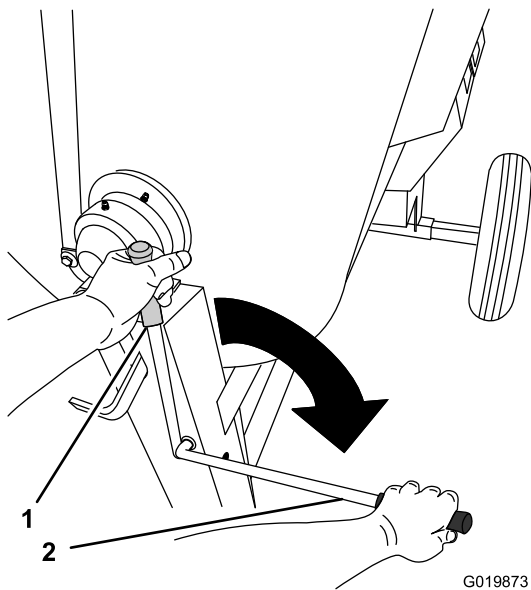

Figura 29
2. Mueva la palanca del embrague a la posición de DESENGRANADO (Figura 29).
5. Mueva la palanca del embrague a la posición ENGRANADO (Figura 29).